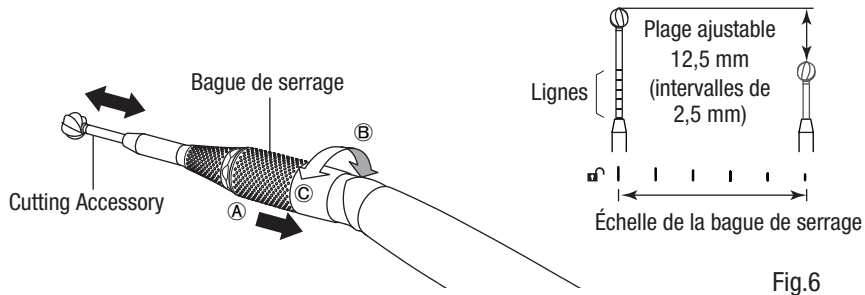

Fig.6
La profondeur du Cutting Accessory peut être ajustée en tournant la bague de serrage de l'attachement vers ② ou ③ tout en tirant légèrement vers ①. Voir figure ci-dessous (Fig.6).